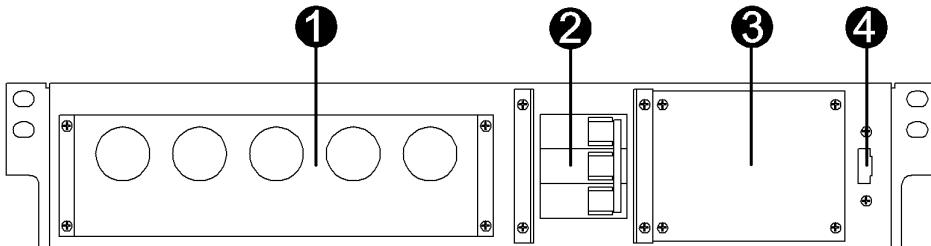

Рисунок 1 – Передняя панель модуля MBS 3/1 10K
- снять защитную крышку клеммной колодки 1 (см. рисунок 1) модуля, снять аналогичную защитную крышку ИБП;
- соблюдая фазировку соединить клеммные блоки входа переменного тока ИБП с правым клеммным блоком 9 и клеммными блоками 7 (см. рисунок 1) модуля;
- соблюдая фазировку соединить клеммные блоки выхода переменного тока ИБП с клеммными блоками 6 (см. рисунок 1) модуля;
- соблюдая фазировку подключить проводники нагрузки к левому клеммному блоку 9 и клеммным блокам 5 (см. рисунок 1) модуля;
- соблюдая фазировку подключить сетевые проводники к правому клеммному блоку 9 и клеммным блокам 8 (см. рисунок 1) модуля;
- убедиться в надежности присоединения проводников, установить защитную крышку клеммной колодки 1 (см. рисунок 1) модуля и аналогичную защитную крышку ИБП, затянуть фигурные гайки кабельных вводов защитной крышки ИБП;
- соединить сигнальным кабелем из комплекта поставки модуля разъем «Порт контроля» 4 (см. рисунок 1) модуля с разъемом «Порт контроля Увых» ИБП, закрутить винты разъемов сигнального кабеля.
- убедиться, что автоматический выключатель 2 (см. рисунок 1) модуля находится в выключенном состоянии;
- снять защитную крышку переключателя обводной цепи **3** (см. рисунок 1) модуля, убедиться, что переключатель обводной цепи модуля находится в положении «**UPS**», установить защитную крышку на место;
- включить автоматический выключатель **2** (см. рисунок 1) модуля;
- снять защитную крышку переключателя обводной цепи **3** (см. рисунок 1) модуля; если предыдущий пункт не был выполнен, то при снятии защитной крышки срабатывает концевой выключатель модуля, сигнал с него транслируется посредством сигнального кабеля в ИБП, и ИБП принудительно переключается на встроенную обводную цепь;
- отключить автоматический выключатель **2** (см. рисунок 1) модуля, дождаться полного выключения ИБП.
- включить автоматический выключатель **2** (см. рисунок 1) модуля, при этом напряжение сети подается на вход ИБП, и ИБП должен перейти в режим работы по встроенной обводной цепи;
- установить защитную крышку переключателя обводной цепи **3** (см. рисунок 1) модуля на место;
- включить автоматический выключатель 2 (см. рисунок 1) модуля;